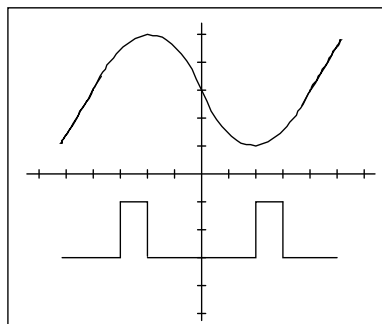

图 5-1
2. 应用示波器观察到如图 5-1 所示的两个波形， $Y_A$  和  $Y_B$  轴的“V/div”的指示均为 0.5V，“t/div”指示为 20 $\mu$ S，试写出这两个波形信号的波形参数。